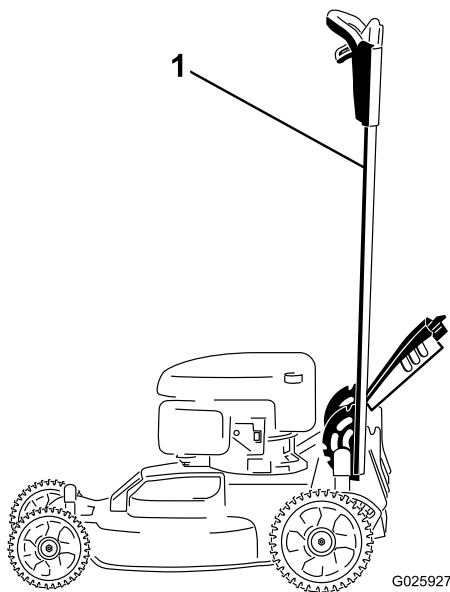

Figure 37
1. Bloquez le guidon en position verticale (Figure 37) ; voir Réglage de la hauteur du guidon (page 11).